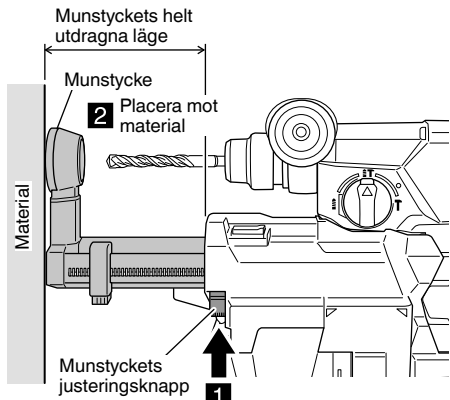

Bild 5
- (1) Tryck på munstyckets positionsjusteringsknapp och se till att munstycket är i det helt utdragna läget. (Bild 5)
- (2) Håll i verktyget på ett sätt så att brytaren inte trycks in, placera munstycket mot materialet som ska borraras. (Bild 5)